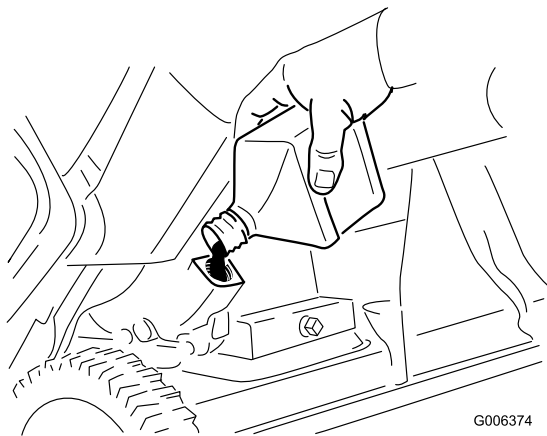

Bild 32
8. Wenn die Schneefräse in der Betriebsstellung ist, gießen Sie **vorsichtig** Öl in das Öleinfüllloch, bis es fast überläuft (Bild 32).